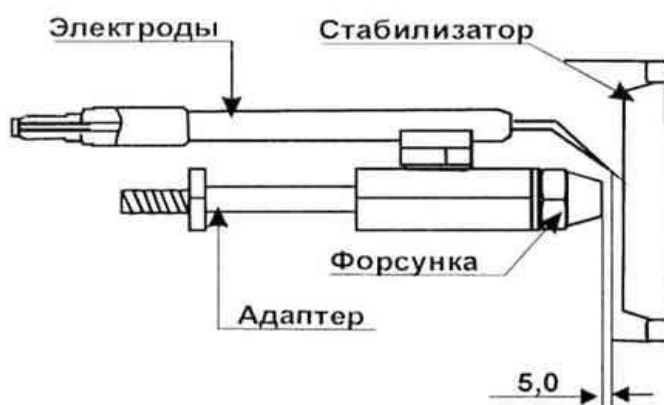

Рис. 39.2.
- расстояния между электродами и рабочей плоскостью форсунки  $5,0^{+0,1}$  мм (см. рис. 39.2)